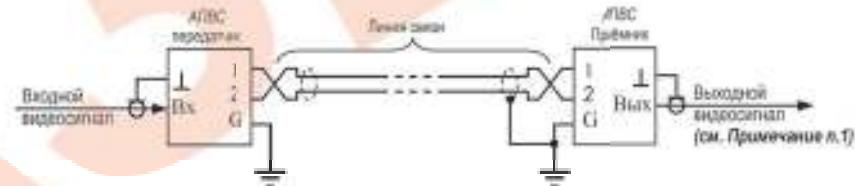

Рис.2 Схема включения АПВС-ЗМ с заземлением и передатчика и приёмника
- Варианты включения АПВС-ЗМ показаны на рис.2 и 3.